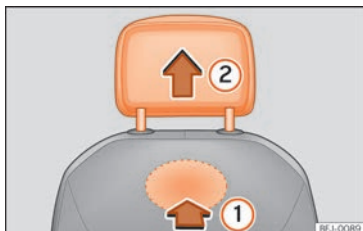

Fig. 74 Apoyacabezas delantero: desmontaje.
- Para desbloquearlo, busque el rebaje situado en la parte posterior del respaldo por la zona marcada y presione en el sentido de la flecha » » fig. 74 ① .
- Extraiga el apoyacabezas en el sentido de la flecha ② .